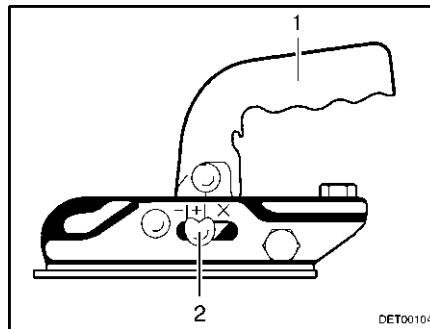

Bild 2 Anhängerkupplung EM 150 R
- Kupplungsgriff (Bild 2,1) nach oben ziehen. Die Anhängerkupplung ist geöffnet.
- Zusätzlich den Kupplungsgriff (Bild 2,1) mit der Hand (nicht mit dem Fuß) nach unten drücken. Das Schließen und Sichern erfolgt automatisch.
- Sichtkontrolle durchführen: Sicherheitsanzeige (Bild 2,2) muss in Stellung "+" sein. Anhängerkugel darf in angekuppeltem Zustand nicht sichtbar sein.